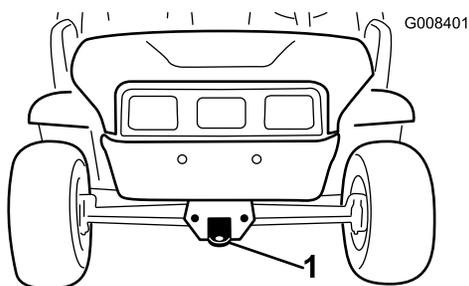
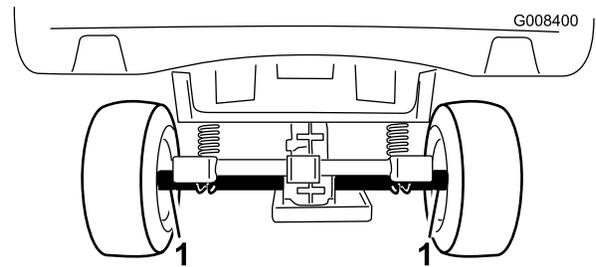

Bild 20
Bild 21
Befördern Sie die Maschine über lange Strecken auf einem Anhänger. Stellen Sie sicher, dass die Maschine auf dem Anhänger befestigt ist. Beachten Sie für die Position der Vergurtungsstellen die Bilder Bild 20 und Bild 21.
2. Befestigen Sie ein Abschleppseil an der Zunge vorne am Maschinenrahmen (Bild 20).